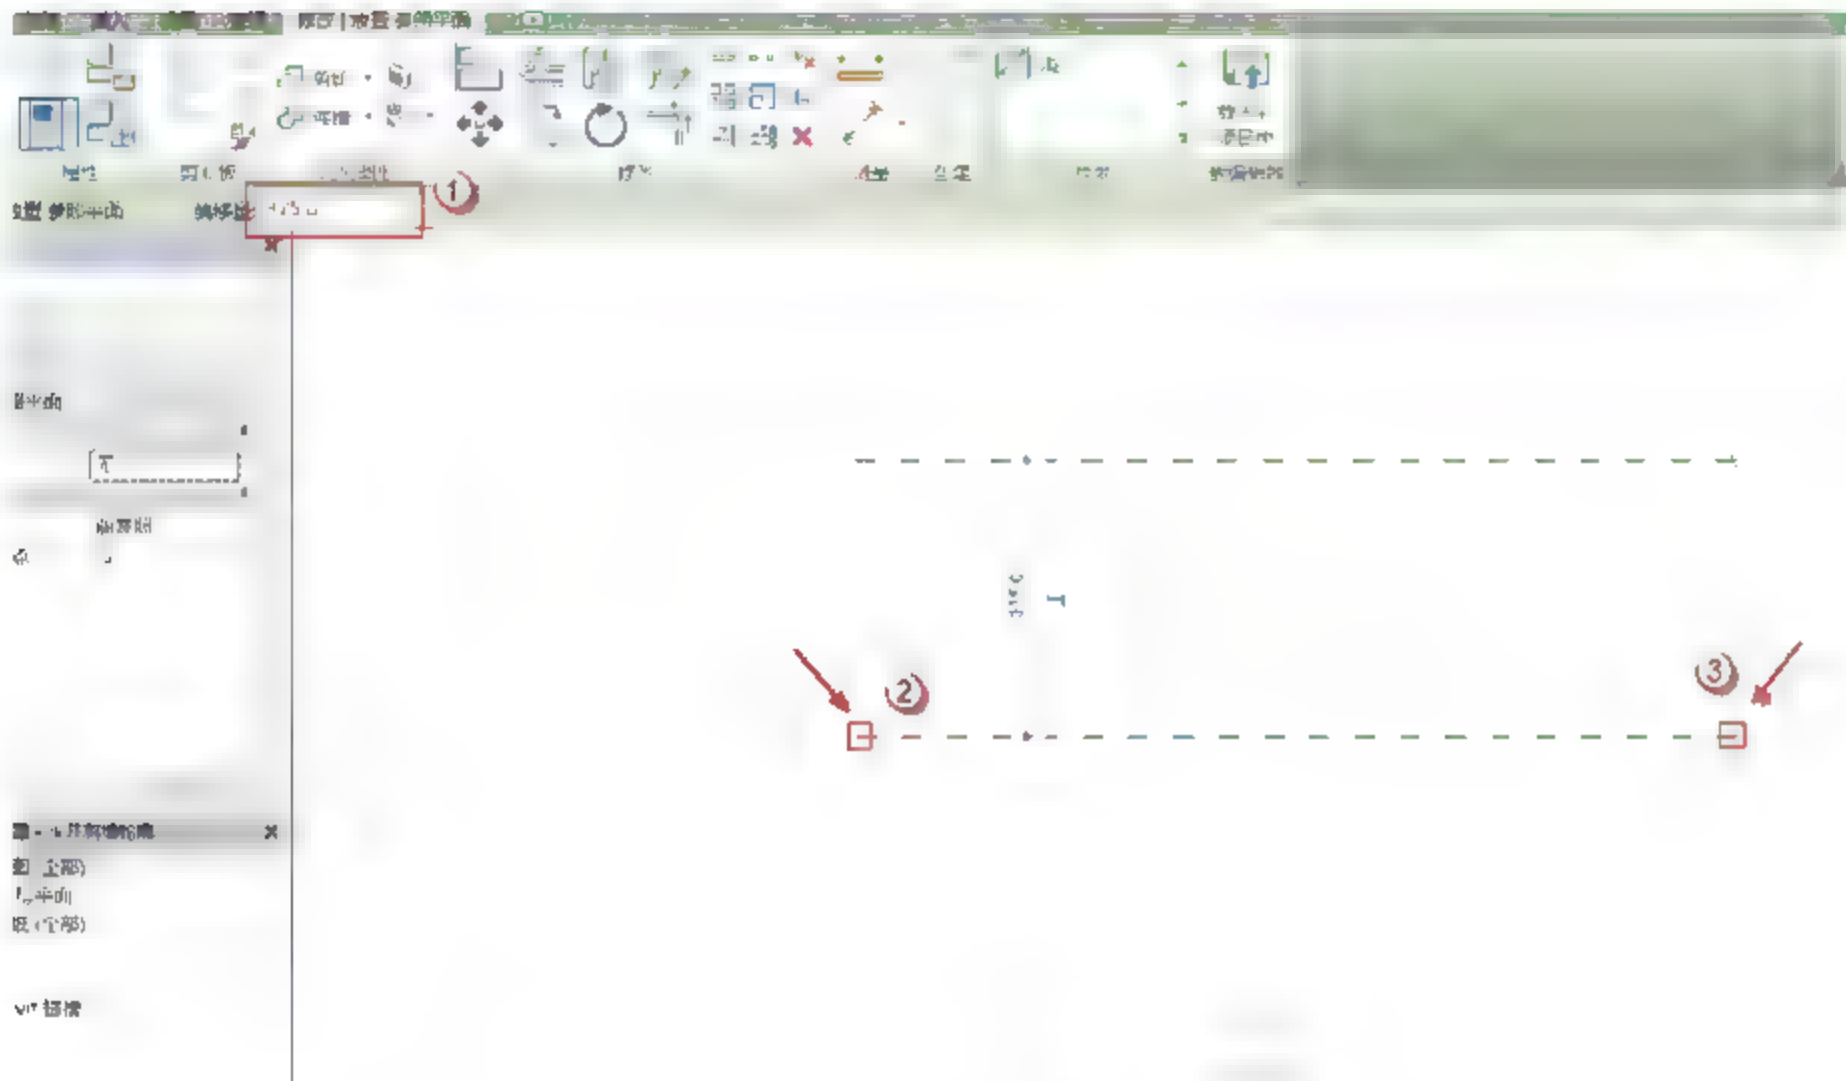
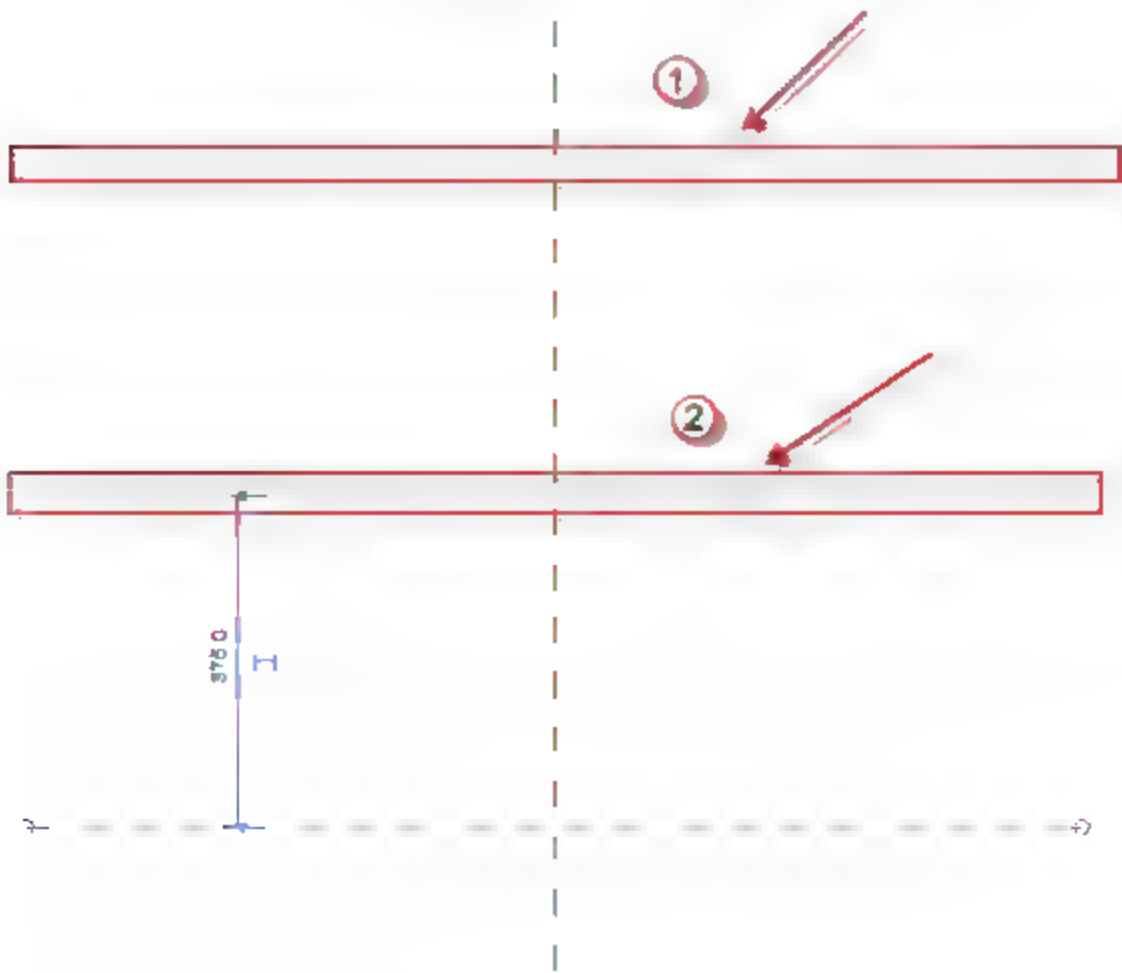

图 10.1.30 绘制“半开洞墙”参照平面
图 10.1.31 绘制“半开洞墙”参照平面
(2) 绘制“半开洞墙轮廓”参照平面。按快捷键 R+P，将偏移量改为“375mm”，将光标对准“2”和“3”画一条水平参照线，如图 10.1.30 所示。选择已画出来的参照线，按两下快捷键 M，再单击“2”号参照线，如图 10.1.31 所示。